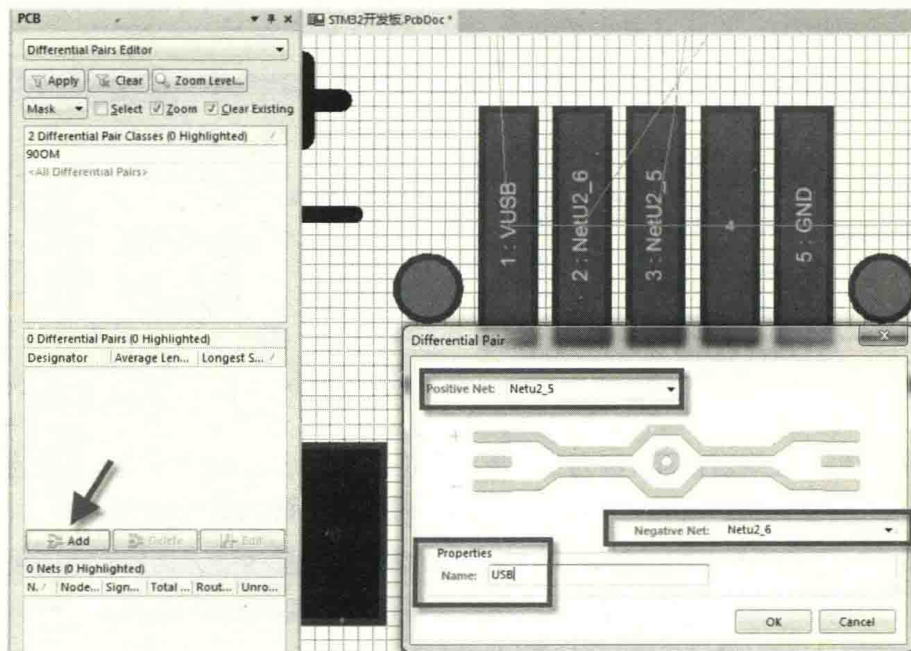
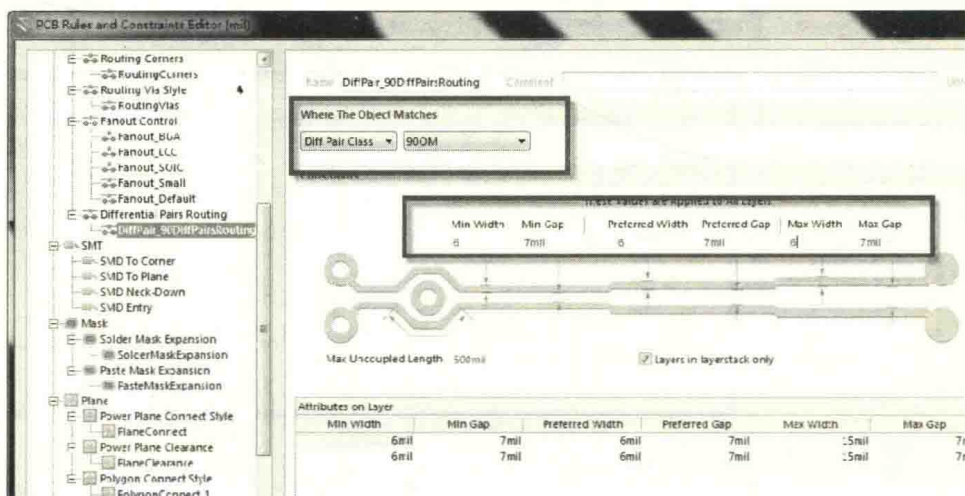

图 12-56 差分对的添加
图 12-57 差分规则的核查
(7) 差分类的创建和差分规则设置：PCB 上存在一对 USB 差分线，首先需要创建差分类，然后针对这对差分线来设置差分规则。
① 按快捷键“DC”，进入类管理器，选中“Differential Pair Classes”，单击鼠标右键，创建一个“90OM”的差分类。
② 在 PCB 设计交互界面的右下角执行命令“PCB-PCB”，调出 PCB 对象编辑窗口，选择“Differential Pairs Editor”，进入差分对编辑器。
③ 因为 PCB 上只有一个差分对，然后这个差分对的网络还是流水号，选择手工添加，单击“Add”按钮，在“Positive Net”栏中填入“Netu2\_5”网络，在“Negative Net”栏中填入“Netu2\_6”网络，并更改名称为“USB”，完成差分对的添加，如图 12-56 所示。
④ 选中“90OM”差分类，单击“Rule Wizard”按钮，进入规则向导，设置走线线宽为 6mil、间距为 7mil 的差分规则。
⑤ 设置完成之后，按快捷键“DR”，核查一下差分规则是否匹配上，线宽和间距规则是否满足要求，如图 12-57 所示。